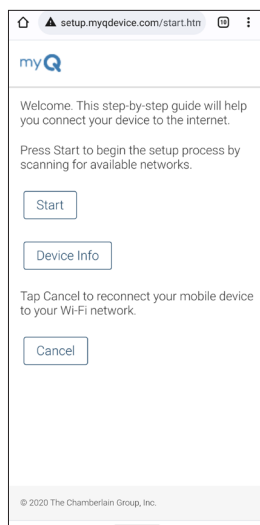

Figure 2
3. Ouvrez un navigateur Web (par exemple, Edge, Chrome) et entrez soit setup.myqdevice.com soit 192.168.1.1. (Voir Figure 2)